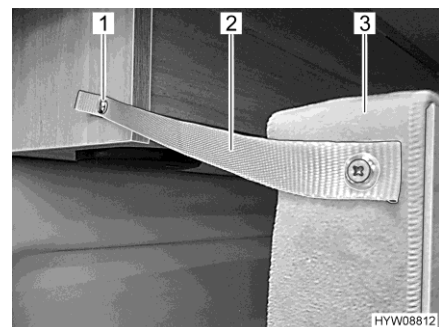

Bild 56 Säkring bak
- Sätt fast sängen (Bild 56,3) i takskåpet med låsband (Bild 56,2) och tryckknapp (Bild 56,1).
- Lossa på tryckknappen (Bild 56,1) på takskåpet.